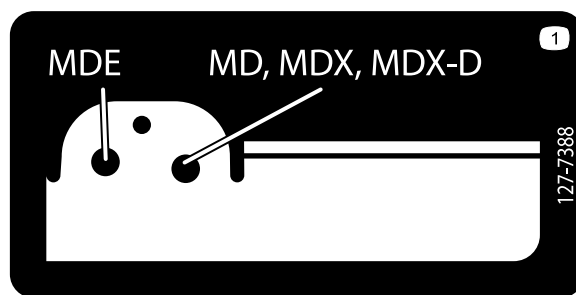

Figura 23
6. Individuate in quale foro delle staffe di sollevamento esterna e interna si trova il perno con testa per l'asta dell'attuatore di sollevamento per il vostro tipo di macchina; fate riferimento all'adesivo nella staffa interna (Figura 23).